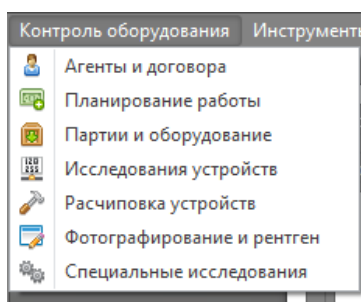

Рисунок 4
- **Контекстные меню** состоят из пунктов меню (Рис. 4)